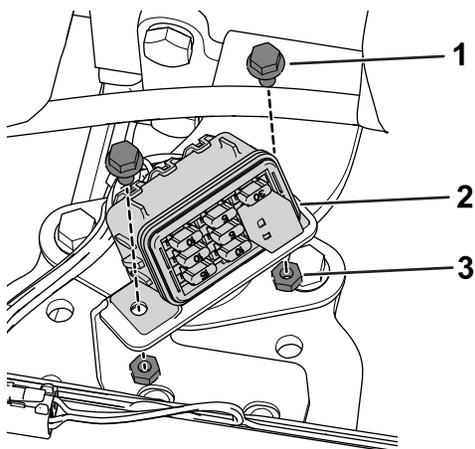

Figura 16
3. Utilize dois parafusos flangeados (M6) e duas porcas de bloqueio (M6) para prender o bloco de fusíveis à montagem do bloco de fusíveis (Figura 16).